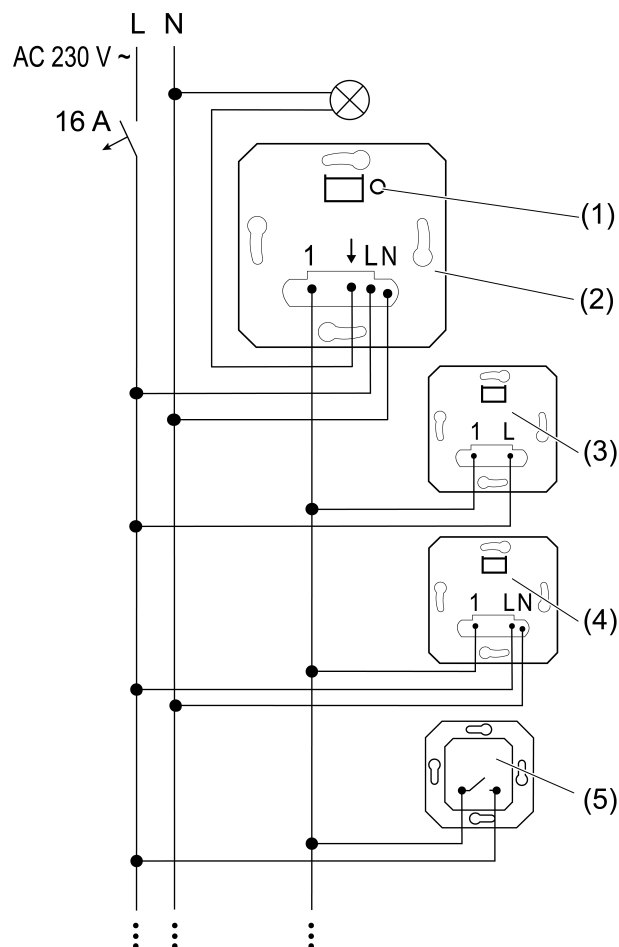
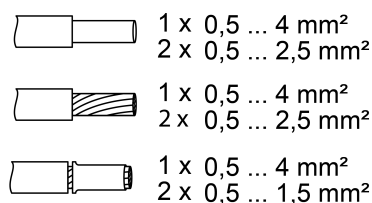

Figure 1: Schéma de raccordement avec postes auxiliaires en option
Figure 2: Section de conducteur serrable
- Raccorder le mécanisme de commutation (2) conformément au schéma de raccordement (Figure 1). Lors de cette opération, respecter les sections transversales de conducteur pouvant être bloquées (Figure 2).
- Raccorder le poste auxiliaire bifilaire (3), le poste auxiliaire trifilaire (4) et le bouton-poussoir, contact normalement ouvert (5) en option.
- ❗ Actionner brièvement la touche **TEST** (1) pour commuter la charge.